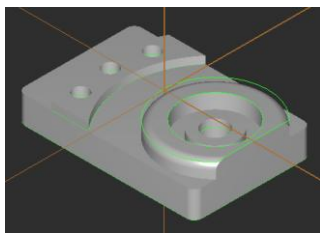

图 5-34 零件 2 的正面 CAD 建模
11) 新建层：3，设定名称：“surface”，颜色为“8”（灰色），将第 3 层设为当前层。在“绘图”菜单里，单击“曲面”“由实体产生”，选择刚才所建的实体，产生曲面，并关闭第 2 层。最终建模效果如图 5-34 所示。